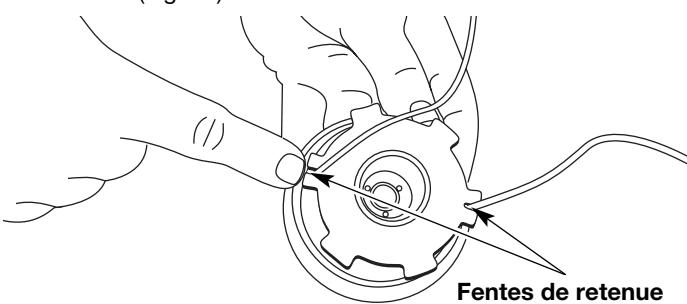

**Fig. 19**
8. Découpez environ 2,5 m (8 pi) de fil neuf. Insérez une extrémité de fil dans l'un des deux trous du moulinet intérieur (Fig. 19). Tirez le fil jusqu'à ne laisser que 10 cm (4 po) environ.
9. Insérez l'autre extrémité du fil dans le trou ouvert du moulinet et tirez sur le fil pour que la boucle soit le plus petit possible (Fig. 19).